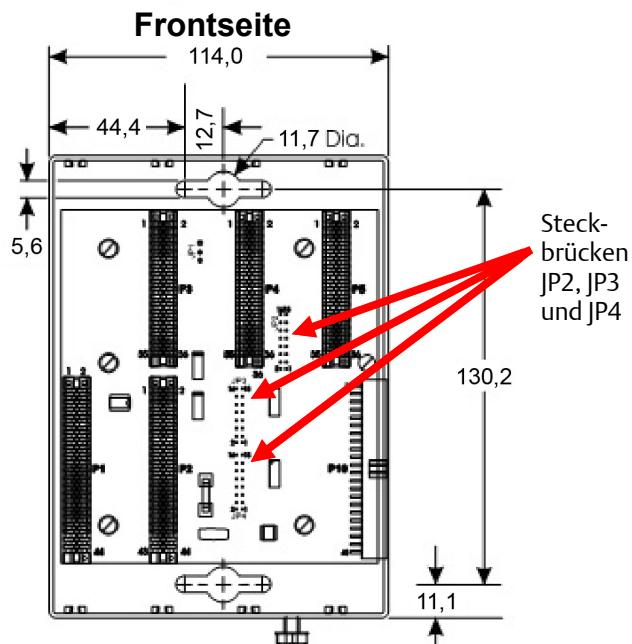

Abbildung 2. Abmessungen des ControlWave Micro-Basisgehäuses mit 4 Steckplätzen (in Millimetern)
- Basisgehäuse. Das Basisgehäuse wie gewünscht auf der Gehäsemontageplatte positionieren und unter Verwendung des ControlWave Micro als Schablone die Montagebohrungen auf der Platte ermitteln. Abmessungen siehe Abbildung 2. Montagebohrungen mit einem Gewindebohrer in der Platte anbringen. Den ControlWave Micro auf die Gewindebohrungen setzen und mit vier Schrauben (nicht im Lieferumfang enthalten) befestigen. Die Schrauben mit einem Drehmoment von etwa 1,1 bis 1,4 Nm anziehen.
Hinweis: Wenn ein Erweiterungsgehäuse an einem Basisgehäuse mit 4 oder 8 Steckplätzen angebracht wird, die drei Busabschlüsse (JP2, JP3 und JP4, siehe Abbildung 2) an der Rückseite des Basisgehäuses mit 4 oder 8 Steckplätzen entfernen.
Basisgehäuse verfügen über eine Erdungsklemme (siehe Abbildung 2), die Kabel mit einem Durchmesser bis zu 5,19 mm (4 AWG) aufnehmen kann. Nach Installation des Basisgehäuses und allen Erweiterungsgehäusen und vor der Installation von Modulen im Basis- oder Erweiterungsgehäuse muss ein Erdungskabel zwischen der Erdungsklemme des Basisgehäuses und einer zuverlässigen Erdung verlegt werden. Bei allen Erdungen darf die Impedanz des Stabs bzw. des Netzes zwischen Erdung und Masse maximal 2,0 Ohm betragen, gemessen mit einem Erdungsprüfgerät. Der Erdleiter sollte einen Widerstand von maximal 1,0 Ohm zwischen der Gehäusemasse des ControlWave Micro und dem Erdungsstab oder Erdungsnetz aufweisen.